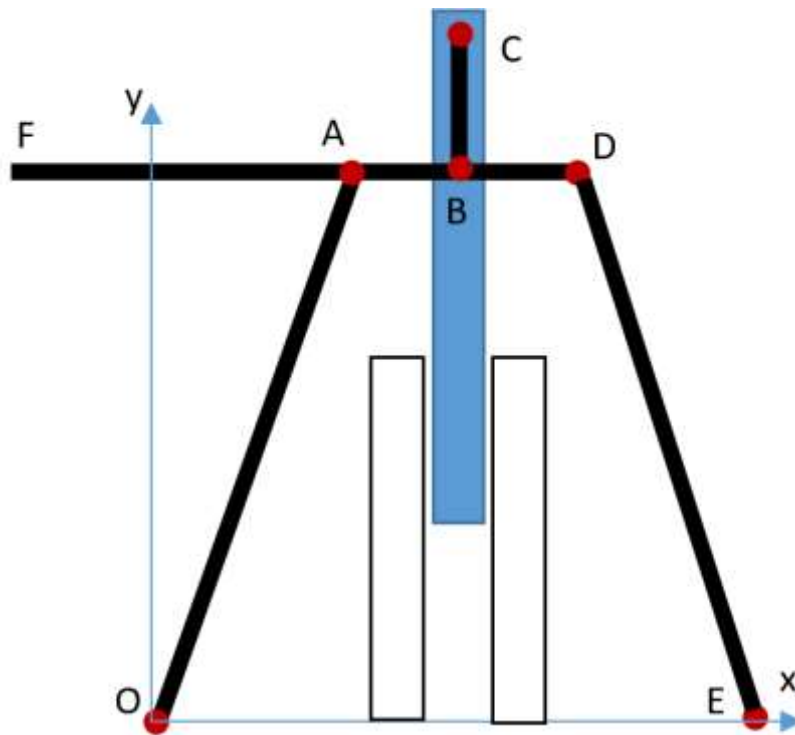

Рис. 6. Узел из пресса Чебышёва
11. В основе механизма пресса великого русского математика и механика Пафнутия Львовича Чебышёва лежит узел, подобный изображенному на рисунке 6 (масштаб на рисунке не соблюден). Это механизм представляет из себя рычажную систему, в которой рычаг FD соединен шарнирами в точках A и D с прямыми рычагами OA и ED , закрепленными на станине шарнирами O и E . Посередине отрезка AD на шарнире B закреплен рычаг BC , который через шарнир C передает движение на вертикально движущийся в пазах шток пресса. Движение штока вниз обеспечивается «перекидыванием» конца рычага F по часовой стрелке направо через верх, при этом точка B движется по полуовалу. Пусть $|AD|=1$ дм, $|OA|=|ED|=4$ дм, $|OE|=3$ дм. Будем считать, что механизм находится в плоскости прямоугольной системы координат Oxy (рис. 6), рычаги при движении могут «заходить друг под друга».